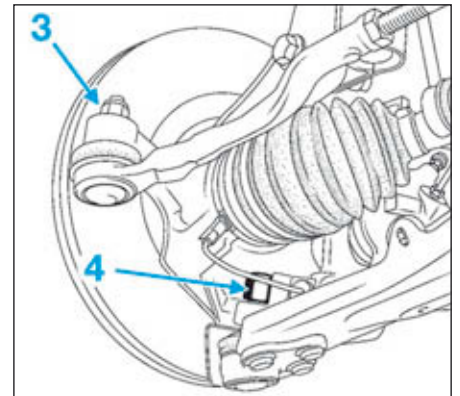

FIG.11
- Déposer l'écrou (3) de la rotule de direction (Fig.11).